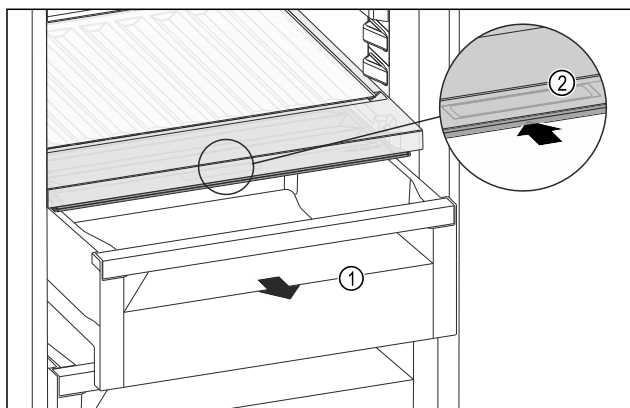

Fig. 224
- ▶ Извлеките выдвижной ящик Fig. 224 (1).
- ▶ Возьмитесь за утопленную ручку Fig. 224 (2) на крышке отделения и одновременно введите крышку отделения назад.